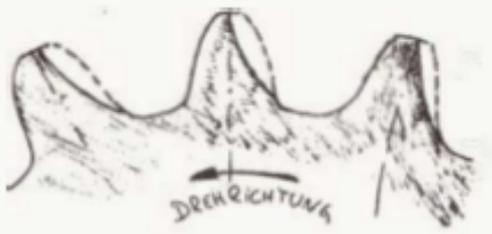

Bild 221
- Das Hinterrad hat neben den üblichen Bauteilen zusätzlich Bauteile, die zum Antrieb des Rades dienen. Von diesen ist es in besonderem Maße das Kettenrad, das sich durch Verschleiss erheblich verformen kann. Ein verschlissenes Kettenrad verursacht nach dem Auflegen einer neuen Kette darin vorzeitigen Verschleiss! Bild 221 zeigt, worauf zu achten ist